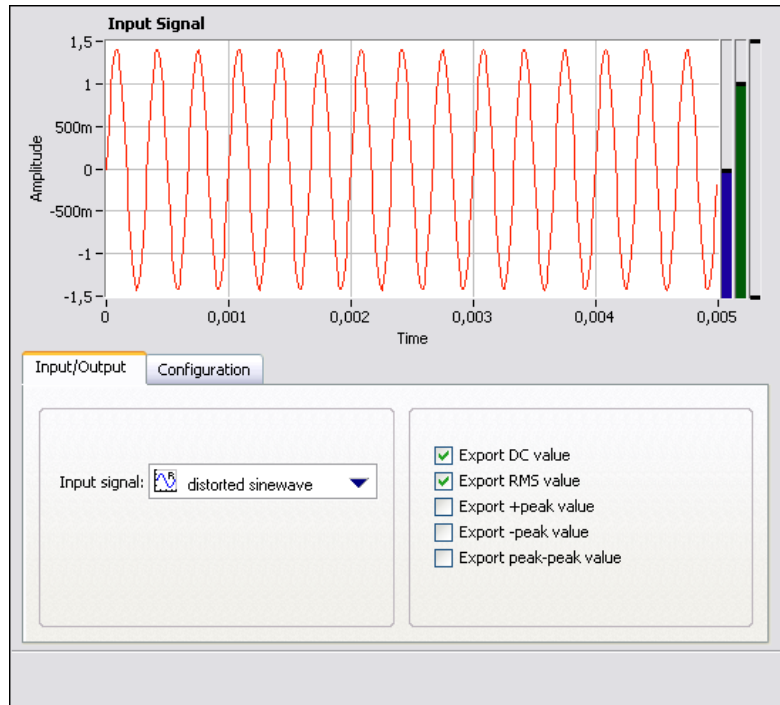

Figure 3-4. Boîte de dialogue de configuration de l'étape Amplitude et niveaux
6. Cliquez sur l'onglet **Entrée/Sortie** pour afficher la liste des entrées et des sorties possibles pour cette étape, comme le montre la figure 3-4.